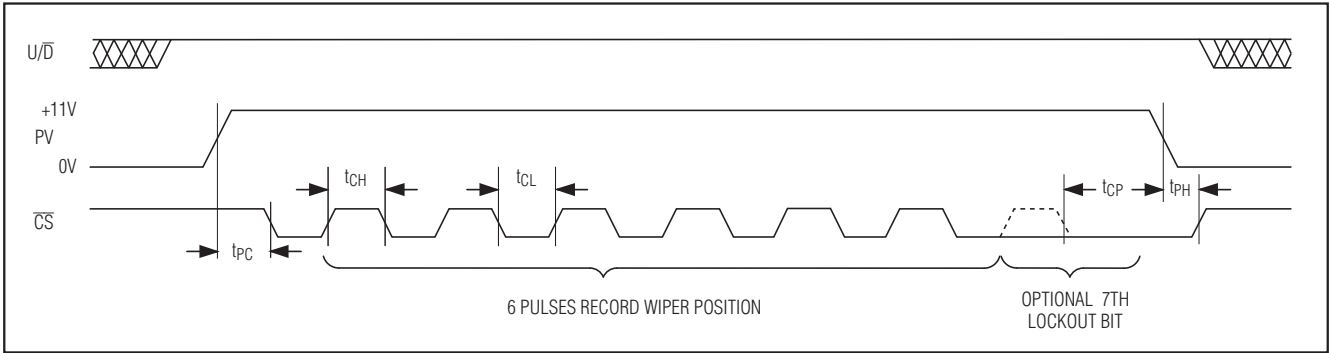

图5. 一次性编程模式，串口时序图
上电后，使用PV 一次性编程时序可改变滑动端上电位置(见图5)。设置滑动端至所需的上电位置后，执行如下的六步操作：
- 4b) 提供七个周期的 \overline{CS} 脉冲，其中 \overline{CS} 从低电平开始，高电平至少持续 t_{CH} ，低电平至少持续 t_{CL} ，改变滑动端的上电位置，并将滑动端锁定在同一位置上。第七个 \overline{CS} 脉冲在图5中标记为可选锁定位。